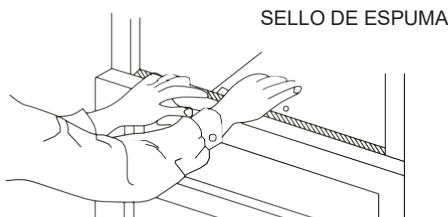

Figura 10
D. Corte el sello de espuma de la hoja de la ventana y colóquelo en el espacio entre la hoja superior y la hoja inferior (Figura 10).